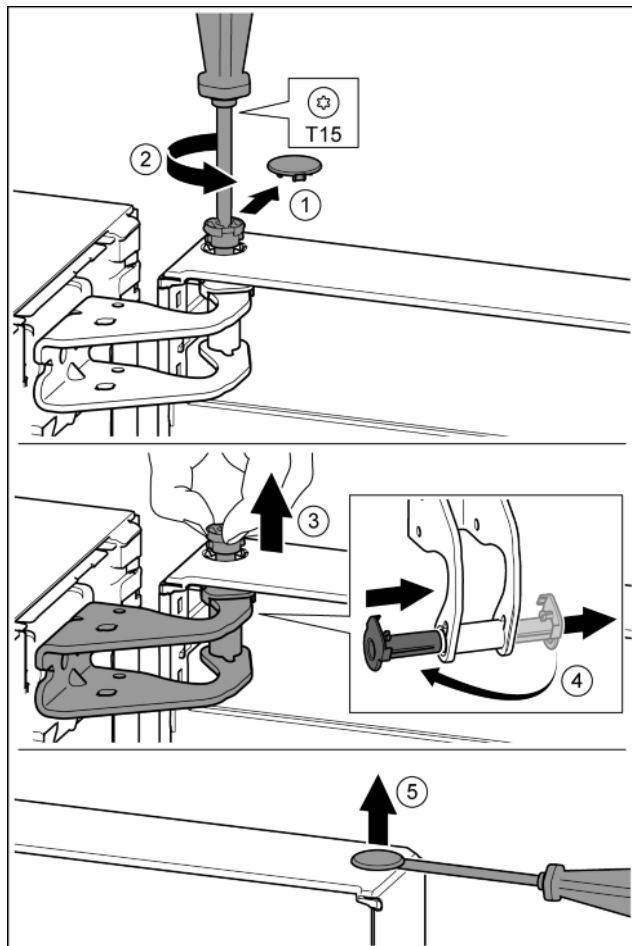

Fig. 10
- ▶ Ostrożnie zdjąć osłonę zabezpieczającą. Fig. 10 (1)
- ▶ Sworzeń wykręcić nieco przy pomocy śrubokręta T15. Fig. 10 (2)
- ▶ Przytrzymać drzwi i wyjąć sworzeń palcami. Fig. 10 (3)
- ▶ Tuleję łożyskową wyjąć z prowadnicy. Założyć z drugiej strony i zazębić. Fig. 10 (4)
- ▶ Zatyczkę ostrożnie podważyć przy pomocy śrubokręta i wyjąć z tulei łożyskowej drzwi. Fig. 10 (5)